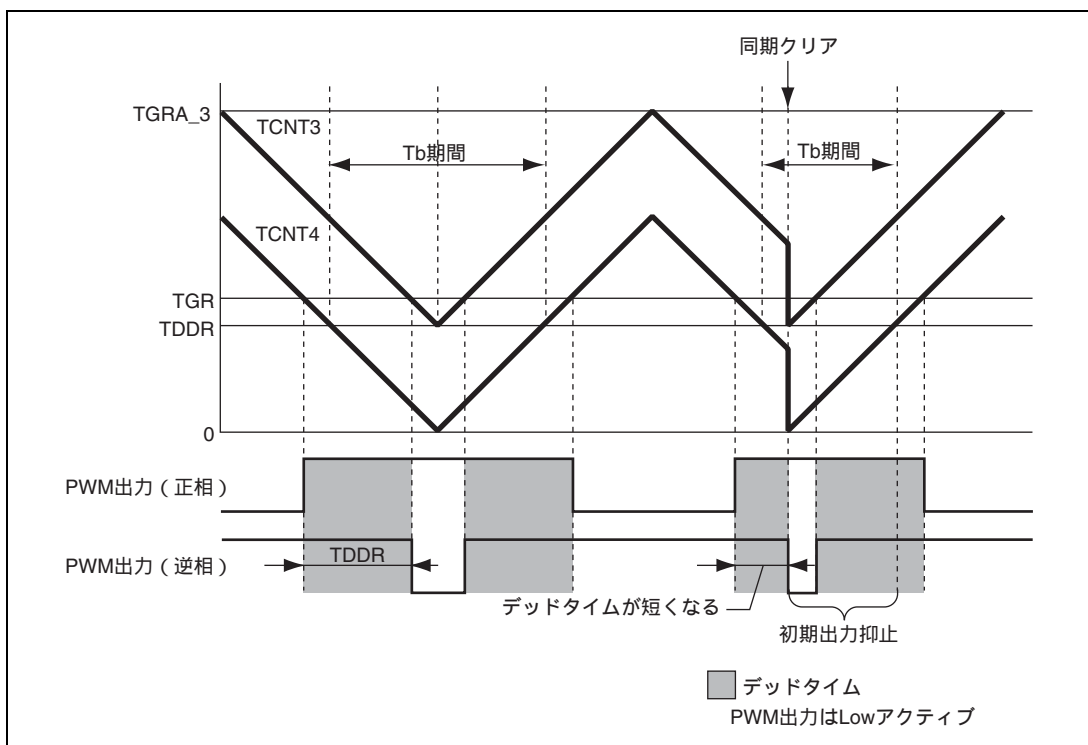

図 12.113 条件 (1) の同期クリア例
条件 (1) 初期出力の抑止期間 にて、PWM 出力がデッドタイム期間中に、同期クリアする (図 12.113)。